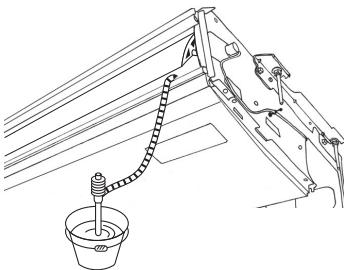

Fig. 5-3
- Maak de bij het apparaat meegeleverde sokverbinding ⑤ vast aan de uitaat-opening van het apparaat met een vinyl-chloride-lijn.
- Maak de bij het apparaat meegeleverde mofbedekking ⑥ vast aan de sokverbinding ⑤.
- Maak de buiten het apparaat lopende afvoerleiding (VP-20) vast aan de sokverbinding ⑤ met een vinyl-chloride-lijn.
- Wikkel de bij het apparaat meegeleverde afvoerleidingsbekleding ⑦ om de afvoerleiding heen. (Doe plakband over de naad heen)
- Ⓒ Mofbedekking ⑥
- Ⓓ Sokverbinding ⑤
- Ⓔ Afvoerleidingsbedekking ⑦
5. Controleer dat de afvoer goed werkt. (Fig. 5-3)